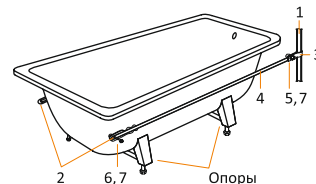
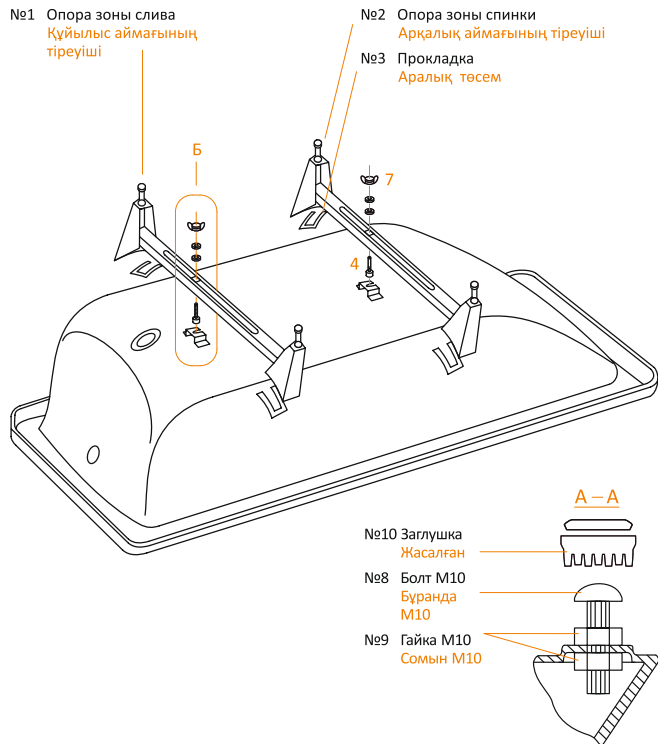

РИСУНОК 1
РИСУНОК 2
- Установите болты М10х50 с гайками М10 на обе опоры, как показано на рис. 1 (разрез А-А). Наденьте пластиковые заглушки (поз. 10) на головки болтов.
- Установите опору с соответствующей маркировкой со стороны отверстия слива (см. рис. 1 разрез Б и рис. 2); наденьте опору на установленный в отверстие скобы болт М6х30...40, предварительно установив прокладку на радиусные поверхности опоры.